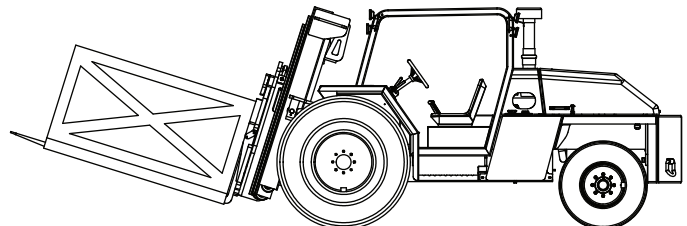

Figura 2
2. Avance lentamente, hasta que las horquillas estén totalmente introducidas y la carga esté contra el respaldo. Eleve las horquillas para levantar la carga. Inclíne el mástil hacia atrás, colocando la carga contra el respaldo. Suba o baje las horquillas a la posición de transporte, desplace lateralmente el mástil para centrar la carga según sea necesario. Figura 2